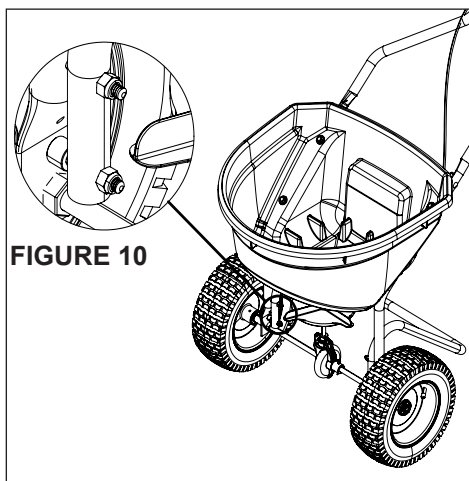

FIGURE 10
- Installez les deux poignées de 1 po (S) aux deux extrémités du tube de poignée en T (2), comme illustré à la figure 10.
ÉTAPE 10: (VOIR FIGURE 10)